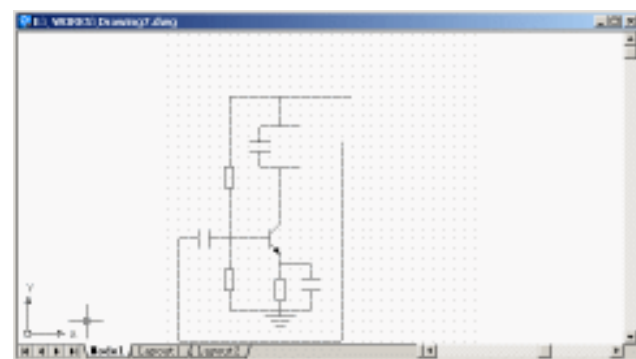

图 7.8 绘制电容和接地标志
(6) 用 LINE 命令绘制电容和接地标志，如图 7.8 所示。